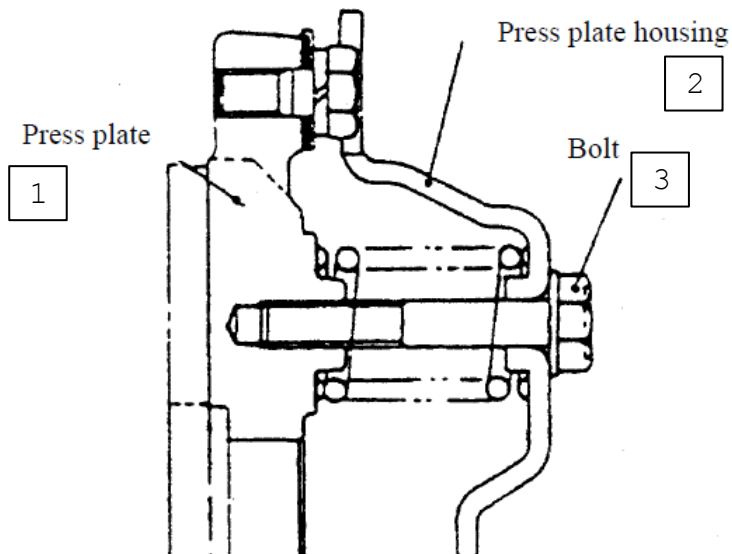

Рис. 2.6. Болт:
2) Нужно нажать вниз на педаль сцепления, снять нажимной диск с помощью болта (см. Рис. 2.6).